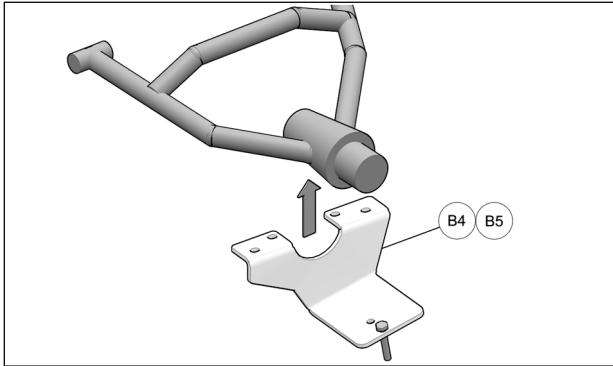

Fig. 5
5. Lift anchor plate (B4-B5) up to rear lower suspension arm. See Fig. 5
5. Soulever la plaque d'ancrage arrière (B4-B5) sous le bras de suspension inférieur. Voir la Fig. 5